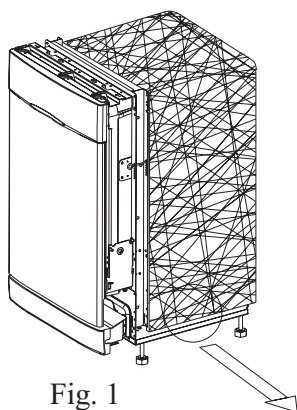

Fig. 1
- ^a Le récipient de débordement est situé au côté inférieur droit du lave-vaisselle. (Voir la figure 1.)